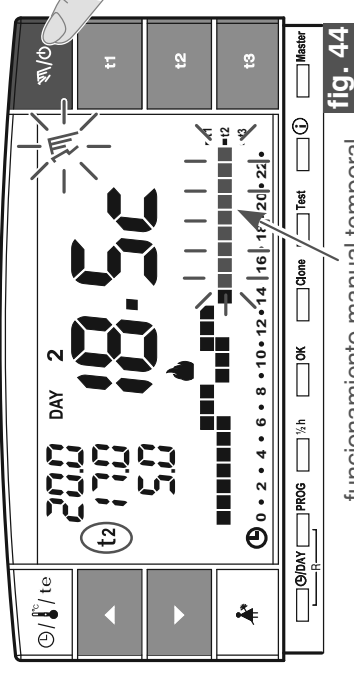

fig. 44
- Presionar por uno instantes la tecla “/⊖” : aparece, parpadeante, el símbolo “” y el nivel de temperatura en curso se aplica a las demás horas del día (ej. fig. 44).